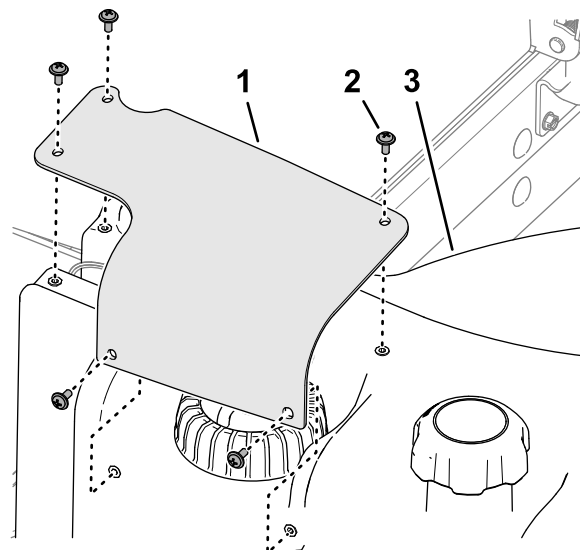

Bild 91
2. Entfernen Sie die fünf Kreuzschlitzschrauben, mit denen der Kraftstoff-Füllstandsensorm am Kraftstofftank befestigt ist, und nehmen Sie die Abdeckung ab (Bild 91).